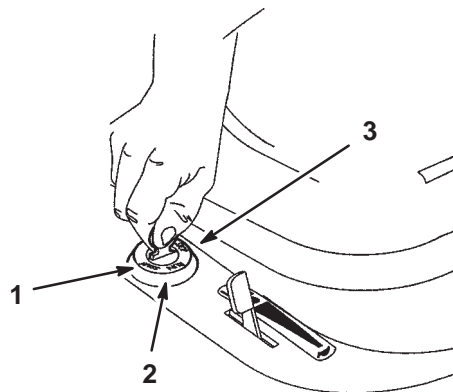

Figure 8
5. Tournez la clé de contact dans le sens des aiguilles d'une montre et maintenez-la en position de démarrage (Fig. 8). Relâchez-la quand le moteur démarre.
2. Tournez la clé de contact à la position contact coupé (Fig. 8).